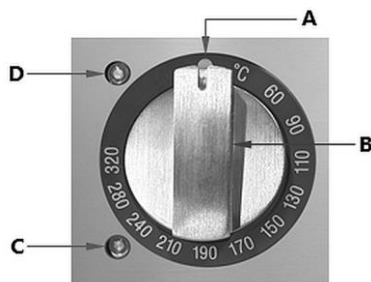

Abb. 3
2. Drehen Sie den Temperaturregler (B, Abb. 3) für die jeweilige Heizzone im Uhrzeigersinn, um das Gerät einzuschalten.
1. Wenn der Gar-/Bratvorgang beendet ist und das Gerät nicht mehr benutzt wird, drehen Sie den(die) Temperaturregler auf die AUS-Position (1, Abb. 3).